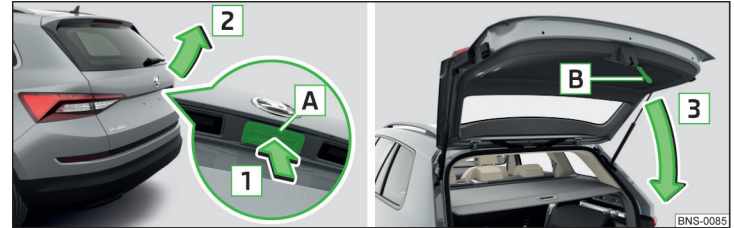

Abb. 60 Gepäckraumklappe öffnen/schließen
- Zum **Öffnen** die Taste **A** in Pfeilrichtung **1** drücken » Abb. 60.
Die Taste **A** » Abb. 60 wird beim Anfahren bzw. ab einer Geschwindigkeit von mehr als 5 km/h deaktiviert. Nach dem Anhalten und Öffnen einer Tür wird die Taste wieder aktiviert.